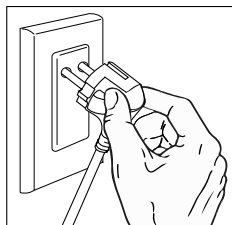

Figura 1
- a. Conecte la herramienta a un enchufe de corriente alterna de 220 volts (110-120Va.c. output). Una señal sonora ocurrirá al conectarse si se ha producido con seguridad y el indicador mostrará un color rojo. *Ver figura 1*